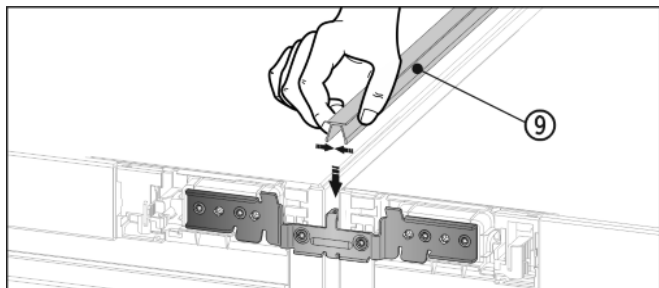

Fig. 13
- ▶ Na hornej strane zatlačte do medzery krátku kryciu lištu Fig. 13 (9).